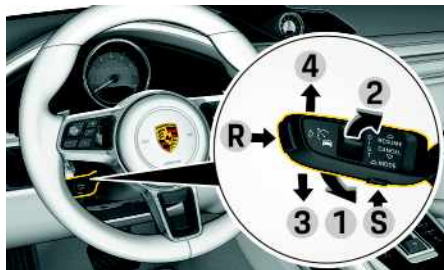

図 77: コントロールレバー
2. ステアリングホイールのコントロールレバーを前方に押しします (図 77) 1。
- ▶ ステアリングホイールのコントロールレバーを前方に押しします (図 77) 1。
- ▶ ステアリングホイールのコントロールレバーを前方に1回押しします (図 77) 1。
- ▶ ステアリングホイールのレバーを、ステアリングホイール (図 77) 2 に向かって引いてください。
- ▶ ステアリングホイールのレバーを下方に押してください (図 77) 3。
- ▶ ステアリングホイールのレバーを上 (図 77) 4 押してください。